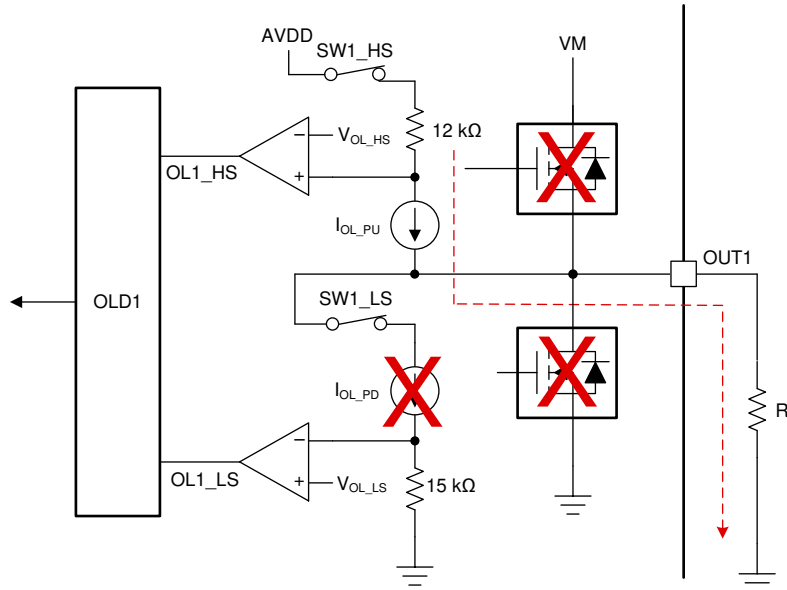
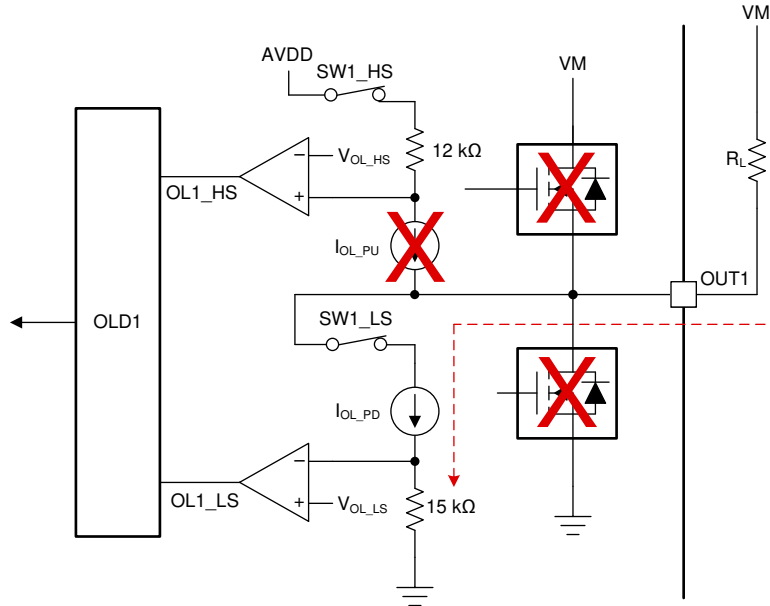

図 8-18. グランド (GND) に接続された負荷の開放負荷検出回路
図 8-20. 電源電圧 (VM) に接続された負荷の開放負荷検出回路
OLD 回路は、電流源 (および電流シンク)、直列シーケンス スイッチ (デジタル コアによってシーケンスされる)、抵抗、コンパレータの 4 つの主要コンポーネントで構成されています。グランド (GND) に接続された負荷の場合、図 8-18 に示すように、電流源 ($I_{\text{OL_PU}}$) が OUTx ノードを内部レギュレータ電圧 (AVDD) にプルアップし、電流は内部レギュレータ電圧 (AVDD) から接続負荷を介してグランドに流れます。さらに、電源 (VM) に接続された負荷の場合、図 8-20 に示すように、電流シンク ($I_{\text{OL_PD}}$) が電源電圧 (VM) から接続負荷を経由してグランドに電流をプルダウンします。OUTx 端子に接続された負荷の抵抗は、ソース / シンク電流を変化させ、間接的に 2 つの抵抗 (12kΩ と 15kΩ) 間の電圧降下を変化させます。2 つの抵抗間のこの電圧降下は、内部コンパレータによって基準電圧 ($V_{\text{OL_HS}}$ と $V_{\text{OL_LS}}$) と比較され、OL1_HS と OL1_LS として出力されます。このコンパレータ出力は、開放負荷条件を判定するために開放負荷デジタル回路に供給されます。
図 8-18 に、内部 OLD 回路を持つグランドに接続された負荷を示します。ハイサイドの開放負荷シーケンスがアクティブになると (SW1_HS がオン、SW1_LS がオフ)、電流源 ($I_{\text{OL_PU}}$) が OUT1 ノードを内部レギュレータ電圧 (AVDD) にプルアップし、電流は内部レギュレータ電圧 (AVDD) から接続負荷 (R_L) を介してグランドに流れます。このとき、負荷の有無によって、以下の 3 つのケースが考えられます。
8.2.3.3 電源 (VM) に接続された負荷の OLD
図 8-20 に、内部 OLD 回路を持つ電源 (VM) に接続された負荷を示します。ローサイドの開放負荷シーケンスがアクティブになると (SW1_HS がオフ、SW1_LS がオン)、電流シンク (I_{OL_PD}) が OUT1 ノードを電源電圧 (V_{VM}) にプルダウンし、電流は電源 (VM) から接続負荷 (R_L) を介してグラウンドに流れます。このとき、負荷の有無によって、以下の 3 つのケースが考えられます。